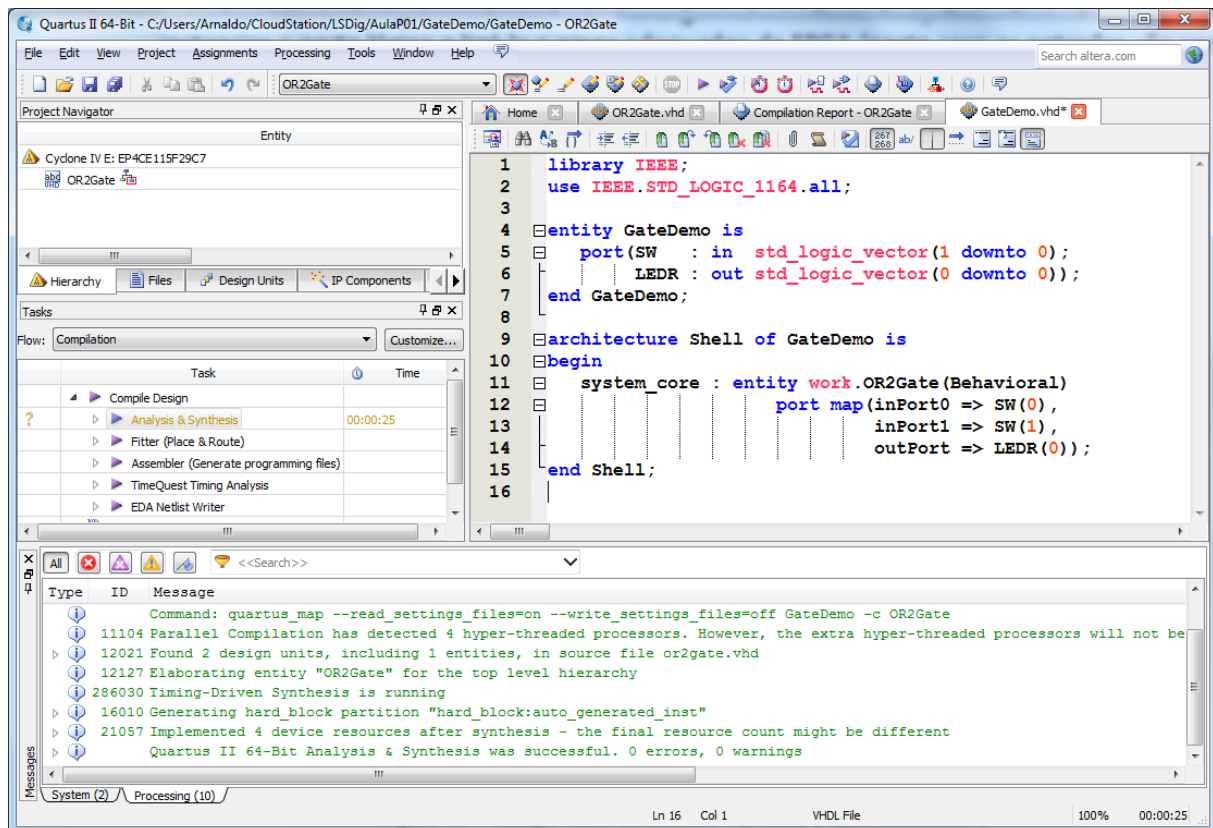

Figura 19 – Código fonte do módulo top-level (“GateDemo.vhd”).
14. Introduza o código VHDL mostrado na Figura 19 no ficheiro que acabou de criar, para instanciar a porta lógica e ligá-la a pinos adequados da FPGA (neste caso as entradas vão ser ligadas a interruptores e a saída ligada a um LED).